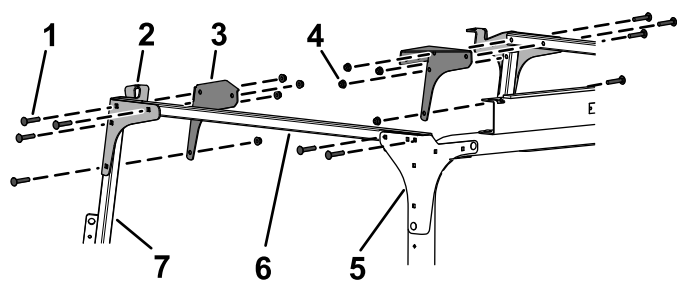

图29
7. 如图29所示用4个托架螺栓5/16 x 1¾ 英寸和4个凸缘螺母5/16 英寸将交联管松松地安装到后安装支架和后角撑板上。
8. 如图29所示用8个托架螺栓5/16 x 1¾ 英寸和8个凸缘螺母5/16 英寸将前安装支架和前角撑板松松地安装到交联管和风挡支撑上。